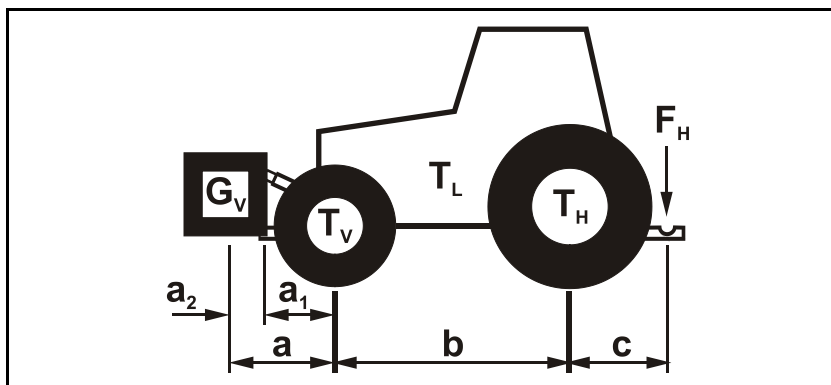

Fig. 119
- **Super-S-bommer Fig. 119/...:**